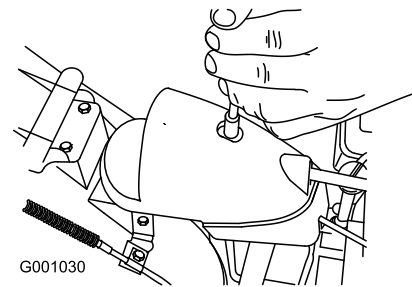

Figura 39
1. Îndepărtați dispozitivul de fixare de pe capacul angrenajului (Figura 39), ridicați partea frontală a capacului și glisați-o complet spre spate.